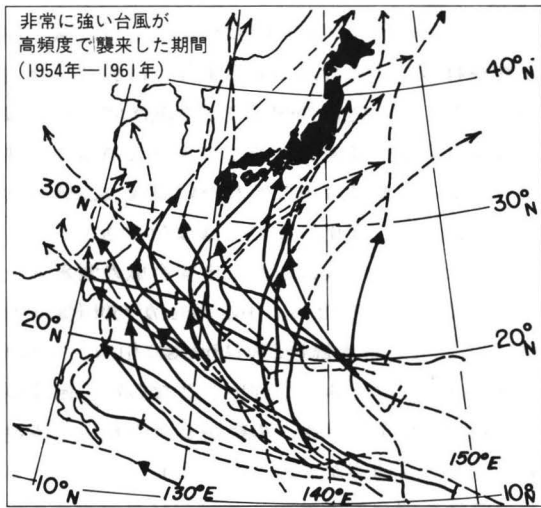
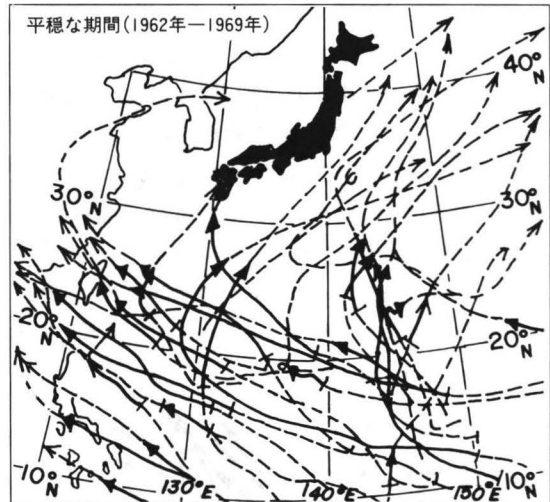

図3 非常に強い大型の台風が高頻度に来襲した期間(1954年—1961年) (太線は930hPa以下の期間)
図4 平穏な期間(1962年—1969年) (太線は930hPa以下の期間)
コースの長い周期の変動を分類し、特徴的な期間に分類した結果を図3、図4、図5に示す(図で太い経路が930hPa以下、破線はその後の経路を表す) 得られた特徴は次のとおりである。
①『非常に強い台風が高頻度で来襲した期間』(1954—1961年) 図3
②『平穏な期間』(1962—1978年の16年間)
図4は比較のため1962—69年の8年間のみ示すが、あとの8年間も同様な傾向。①に続く1960年代中ごろから1970年代の中ごろまでの16年間は台風被害が激減した期間となり、経路としては、ごく稀な例を除いて中心の気圧が930hPa以下の非常に強い台風が北緯26度以北には北上しておらず、その後の経路も日本を避けている、まさに平穏。